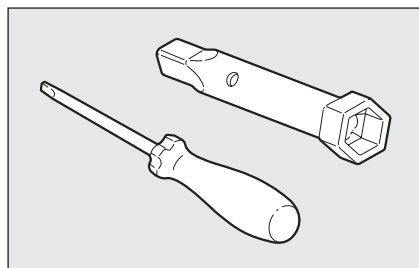

fig. 67
- ☐ utilizzare l'apposita chiave a tubo ubicata nel bagagliaio ed il cacciavite in dotazione (**fig. 67**) e ruotare il dado per aprire le serrature del copricapote (un quarto di giro a destra in senso orario);
- ☐ chiudere il copricapote con la chiave (vedere **fig. 67**);